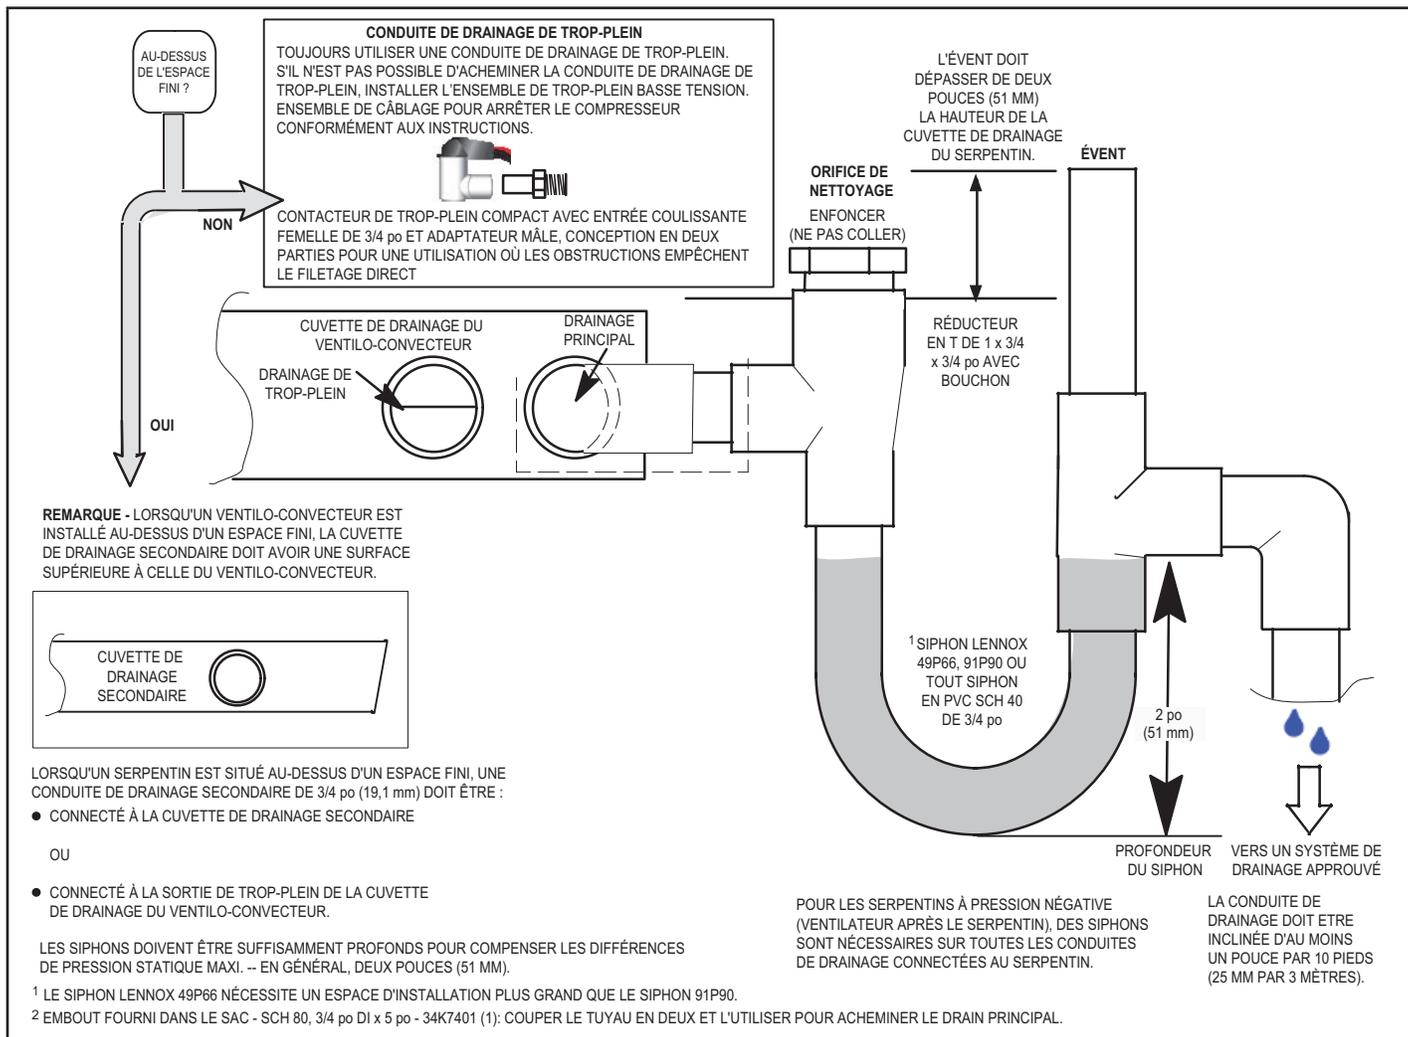

FIGURE 10. Drain principal et drain de trop-plein types
- 6 - Installez un siphon de 2 po sur les conduites de drainage principales (primaires) aussi près que possible de l'unité (figure 10). Assurez-vous que la partie supérieure du siphon se trouve sous la connexion au bac de drainage pour permettre un drainage complet du bac.